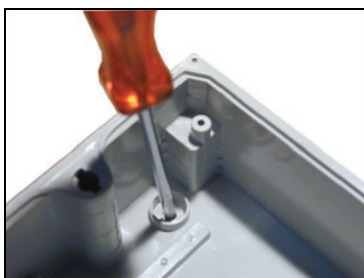

Fig. 20
- Doorboor de 4 voorgevormde gaten in de bodem met behulp van een boormachine of een schroevendraaier. (Fig. 20).